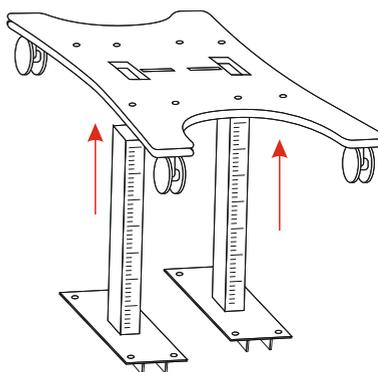

FIG. 2
PASO 2: Inserte las columnas en los orificios de la base de forma que la medida de las columnas mire hacia la parte frontal de la unidad (fig. 2).